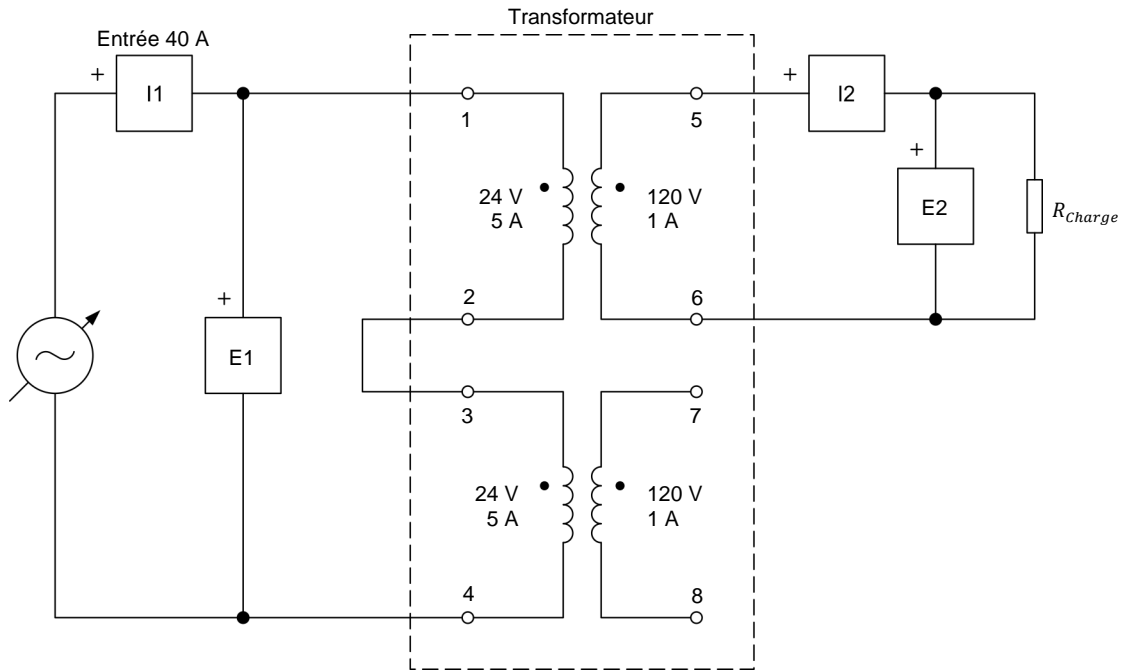

Figure 19. Transformateur élévateur connecté à une charge résistive.
- 28.** Connectez l'équipement tel que montré dans la figure 19.